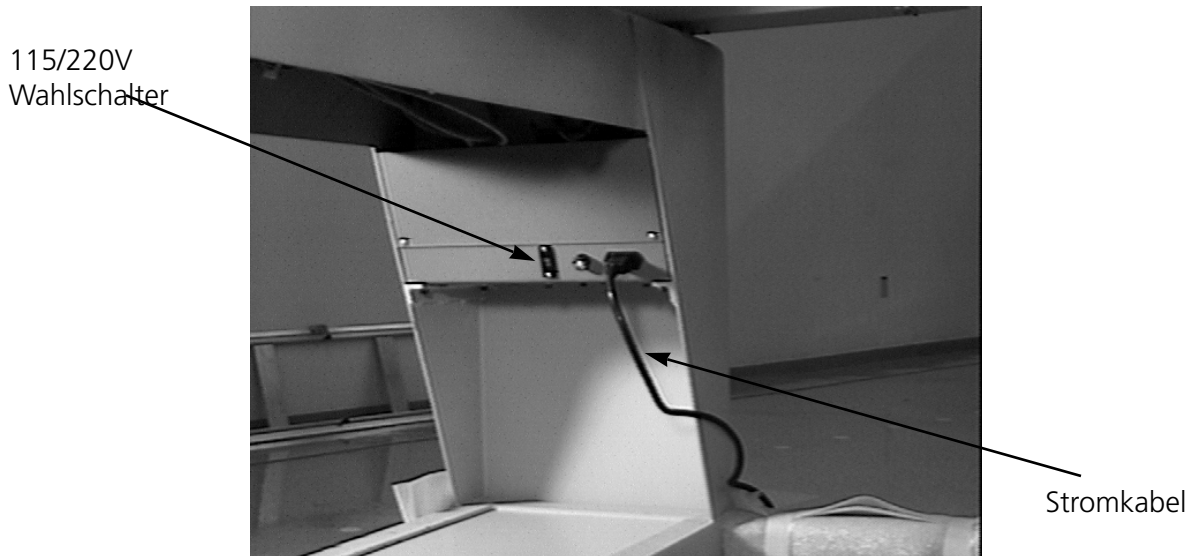

Abbildung 1-9
Sicherstellen, daß der Schalter auf AUS steht, das Stromkabel wie in Abb. 1-9 anschließen.
1. Die beiden Beschläge entfernen (an jeder hängt ein Gefahrenschildchen). Siehe Abb. 1-9.
3. Die linke und die rechte Seitenabdeckung wie in Abb. 1-9 anbringen. Die Schrauben für die Abdeckungen werden an der Maschine angebracht.